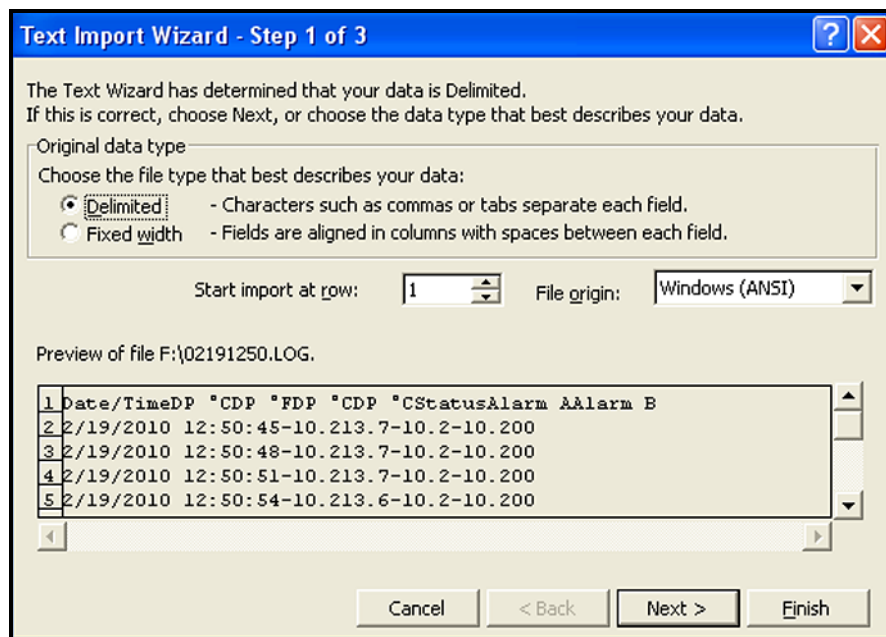

Figure 59: Microsoft Excel Import Wizard – Stap 1
1. Zorg ervoor dat het bestandstype ingesteld is op "Alle types" en open dan het geselecteerde logbestand op de bestandsnaam. Een venster dat vergelijkbaar is met dat in *Figure 59* hieronder zal openen.